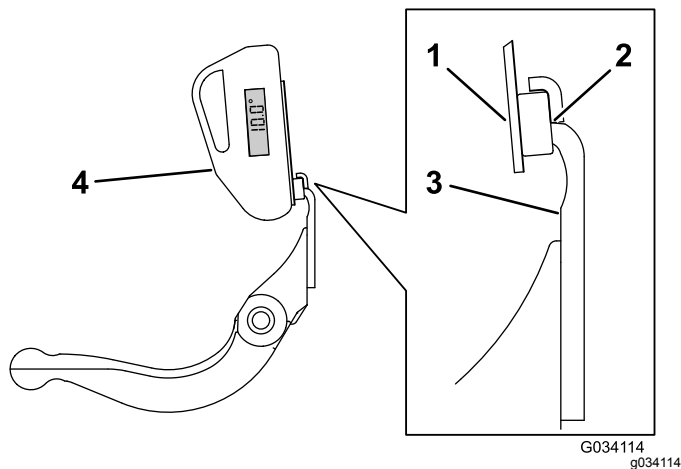

図 36
3. 傾斜計マウントのマグネットのエッジがベッドナイフのエッジに密着するように、ベッドナイフのエッジに傾斜計マウントをセットする図 36。
4. 図 36に示すようにマウントに傾斜計を取り付ける。